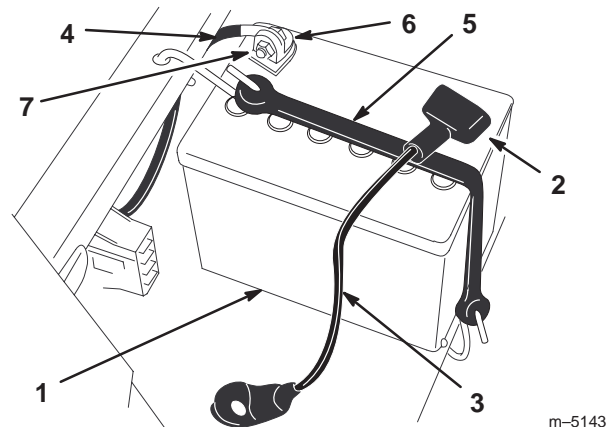

Figure 30
3. Débranchez le câble négatif (noir) de mise à la masse de la borne de la batterie (Fig. 30).
4. Repoussez le capuchon en caoutchouc sur le câble positif (rouge). Débranchez le câble positif (rouge) de la borne de la batterie (Fig. 30).
5. Enlevez la sangle de maintien de la batterie (Fig. 30) et ôtez la batterie de son support.
1. Placez la batterie sur son support, les bornes à l'opposé du panneau de commande (Fig. 30).
4. Fixez les câbles à l'aide de 2 boulons (1/4 x 3/4"), rondelles (1/4") et contre-écrous (1/4") (Fig. 30).
6. Fixez la batterie en place à l'aide de la sangle de maintien (Fig. 30).